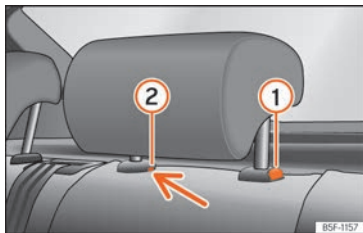

Fig. 131 Apoyacabezas trasero: desmontaje.
- Pulse la tecla » » fig. 131 ①, apretando a la vez por el orificio del seguro ② con un destornillador plano de máximo 5 mm de anchura y retire el apoyacabezas.